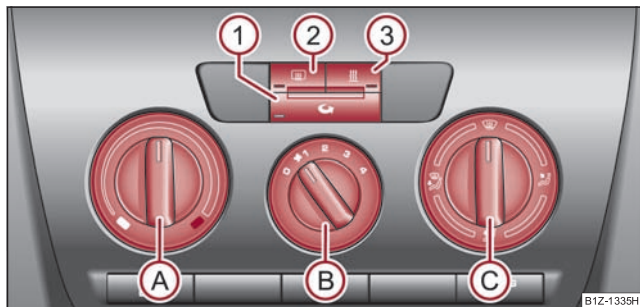

Fig. 139 Calefacción: Elementos de mando
- Gire el regulador giratorio (A) ⇒ fig. 139 hacia la derecha para aumentar la temperatura.
- Gire el regulador giratorio (A) hacia la izquierda para bajar la temperatura.
⇒ página 112, fig. 139.
⇒ página 112, fig. 139, el servicio de aire circulante se desconectará automáticamente. Pulsando repetidamente la tecla , usted puede conectar de nuevo el servicio de aire circulante también en esta posición.